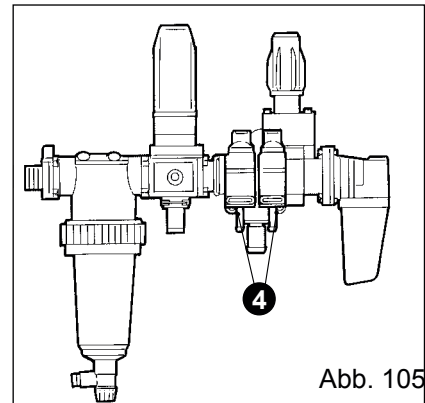

Abb. 105
Schließen Sie das Rohr der Lanze an einen der zwei Hähne (4) mit Hebel auf der Steuereinheit GCP REMO (elektrisch) an (Abb. 105).